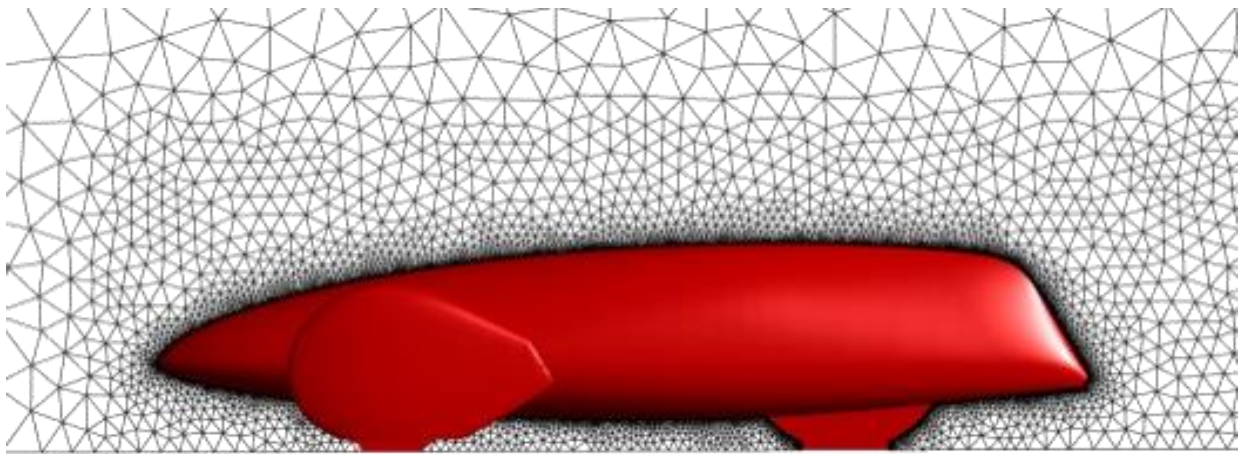

Рис. 2.2. Пример трехмерной неструктурированной сетки вокруг экомобиля в плоскости симметрии [19].
4. Существенным преимуществом неструктурированного подхода является гибкая структура сетки, позволяющая эффективно отобразить конфигурацию расчетной области, особенно для областей сложной геометрии (рис. 2.2).